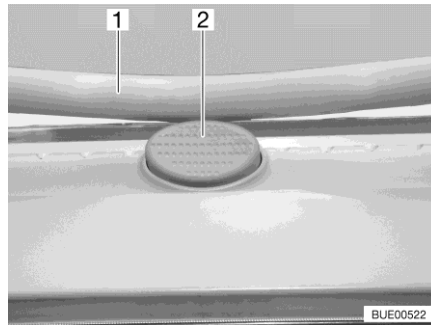

Bild 120 Låsknapp (Heki-taklucka)
- Tryck på låsknappen (Bild 120,2) och dra ner bygeln (Bild 120,1) med båda händerna.
- Tryck bygeln uppåt med båda händerna tills bygeln ligger ovanför låsknappen (Bild 120,2).